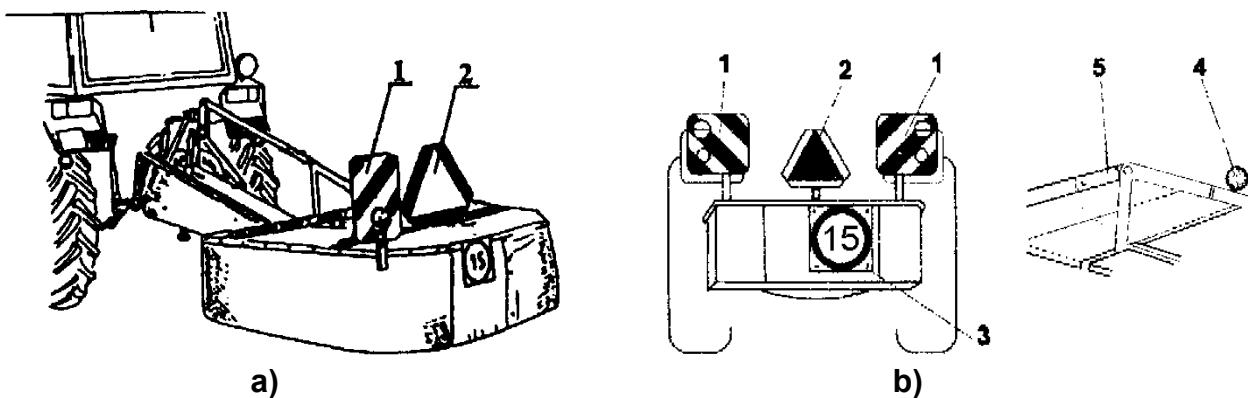

Рис. 12. Косилка Z069 – переезды по дорогам (описание в тексте)
- По время переездов по общественным дорогам на косилке должны быть установлены на кронштейнах (Рис. 12):
- переносная предупредительная таблица (1) с бело-красными полосами, площадью как минимум 1000 см2 с освещением,
- треугольный опознавательный знак для тихоходных транспортных средств (2).
- Скорость переезда не может превышать 15 км/час (3).
Ротационные косилки Z069 и Z069/1 (Рис. 12а) на предупредительном щитке должны иметь красные габаритные огни и круглый красный отражатель.
Ротационная косилка Z069/2 (Рис. 12б) на предупредительном щитке должна иметь сдвоенные огни, круглые красные отражатели, видимые сзади, а также белые габаритные огни, видимые спереди.
Ножи на барабанах должны быть установлены попаременно (так, как показано на рис. 12).